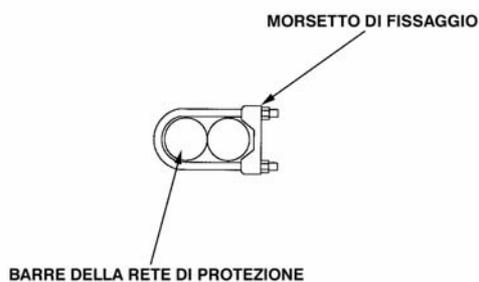
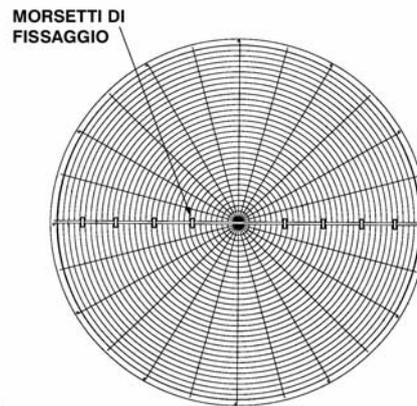

Figura 16 – Sistemazione dei morsetti di fissaggio
Figura 17 – Distanziamento dei morsetti di fissaggio
3. Unire le due metà della rete di protezione con i morsetti di fissaggio (Figura 16). Dovrebbero esserci quattro morsetti di fissaggio su ogni lato della rete. Distanziare i morsetti di fissaggio lungo i raggi della rete di protezione, come indicato nella Figura 17.
3. Unire le due metà della rete di protezione con i morsetti di fissaggio (Vedi Figura 16). Dovrebbero esserci quattro morsetti di fissaggio su ogni lato della rete di protezione del ventilatore. Distanziare i morsetti come indicato nella Figura 17.